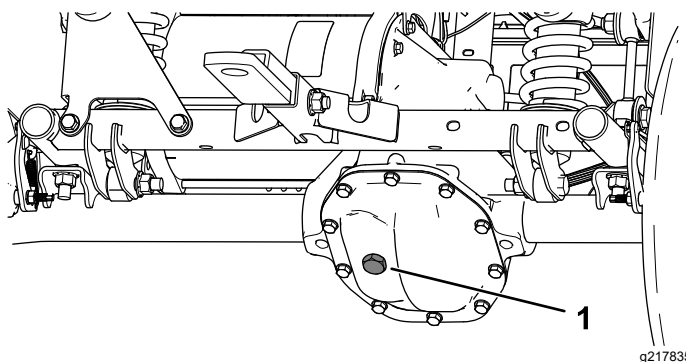

Figura 49
4. Retire el tapón de llenado del transeje (**Figura 49**).
5. Si el nivel de fluido es bajo, retire el tapón de llenado y añada fluido del tipo especificado hasta que salga del orificio (**Figura 49**).
4. Retire el tapón de llenado del transeje, y llene el transeje con el fluido especificado hasta que salga del orificio de llenado (Figura 49).